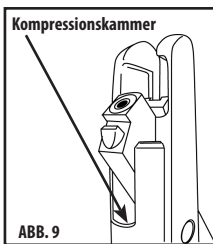

ABB. 9
- Geben Sie einen Tropfen Crosman RMCoil (erhältlich bei [crosman.com](http://crosman.com)) in die Kompressionskammer (Abb. 9).